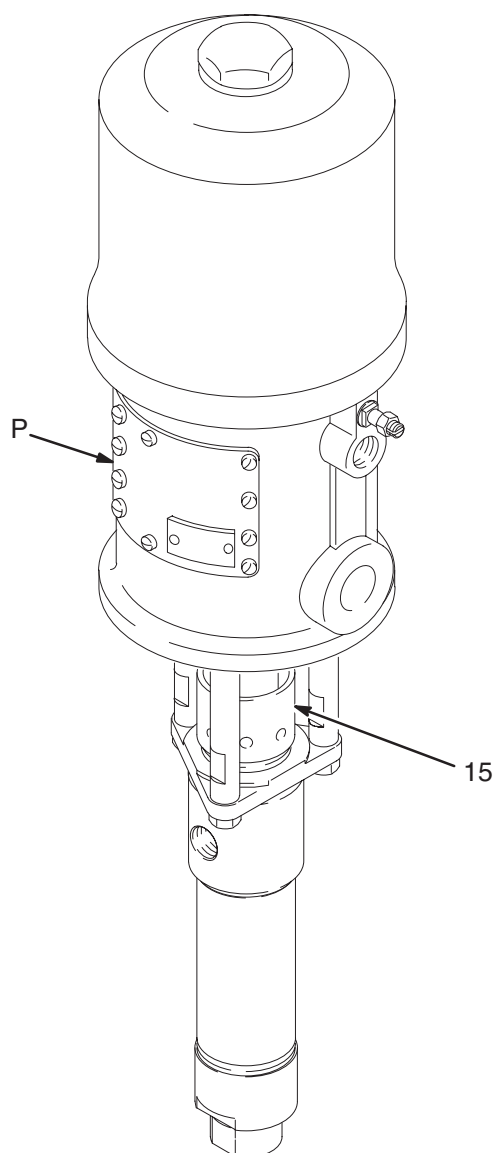

Fig. 3
Laisser l'écrou/coupelle de presse-étoupe (15) rempli de liquide d'étanchéité Graco TSL ou d'un solvant compatible pour prolonger la durée de vie des joints. Ajuster le serrage de l'écrou chaque semaine de façon à ce qu'il soit suffisamment serré pour éviter les fuites; ne pas serrer excessivement. Voir Fig. 3. **Relâcher la pression** avant d'ajuster l'écrou de presse-étoupe.
Les pièces en mouvement peuvent pincer ou sectionner doigts ou d'autres parties du corps. Le piston du moteur pneumatique (placé derrière les plaques du moteur) se déplace dès l'instant où le moteur est alimenté en air. Voir Fig. 3. Par conséquent, **ne jamais** faire fonctionner la pompe lorsque les plaques du moteur pneumatique (P) ont été déposées.